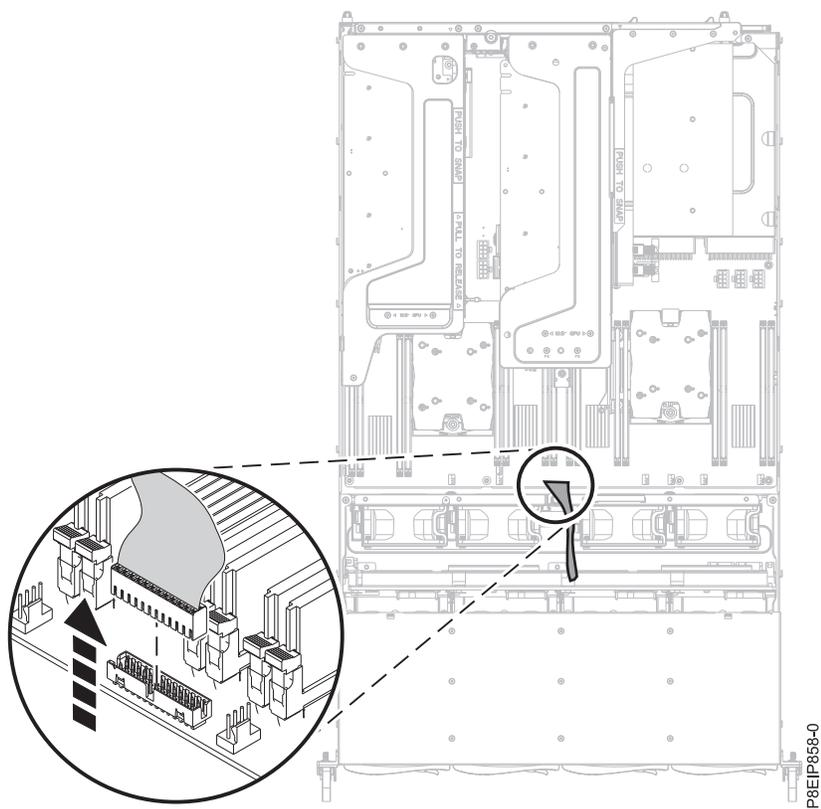

Figura 61. Removendo o cabo do painel do operador
6. Remova o cabo do painel do operador do painel traseiro do sistema conforme mostrado na Figura 61 na página 52.